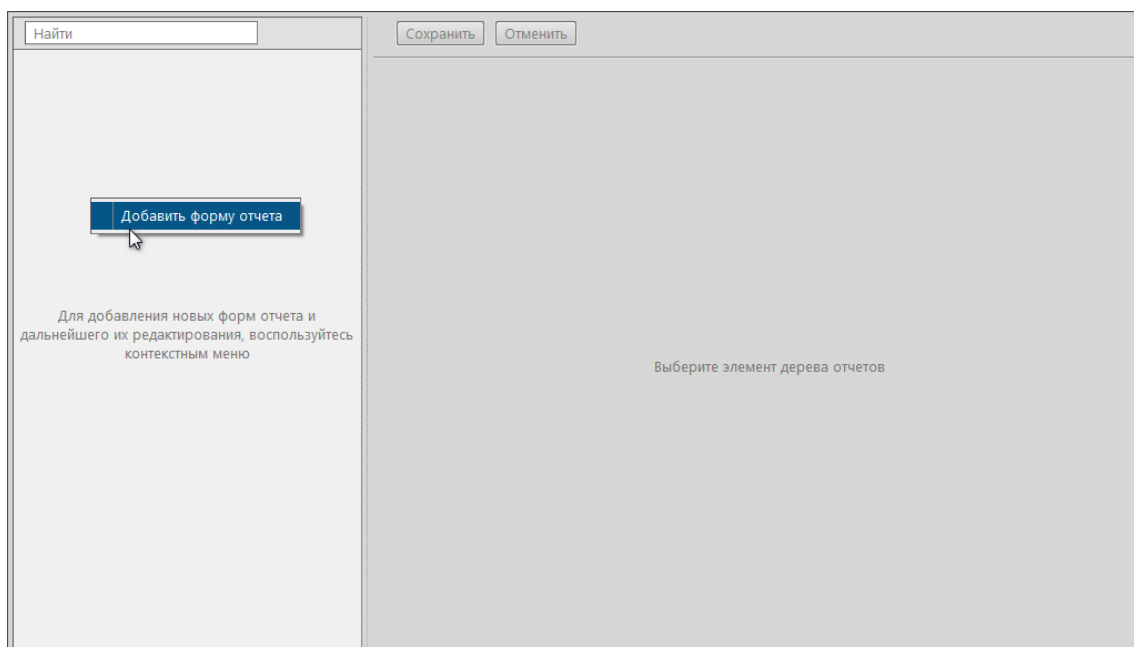

Рисунок 300 - Добавление формы отчета
1. Нажмите *ПКМ* по левому фрейму меню **Отчеты** и выберите **Добавить форму отчета** (Рисунок 300). Появится «Форма отчета N», где N – порядковый номер отчета.